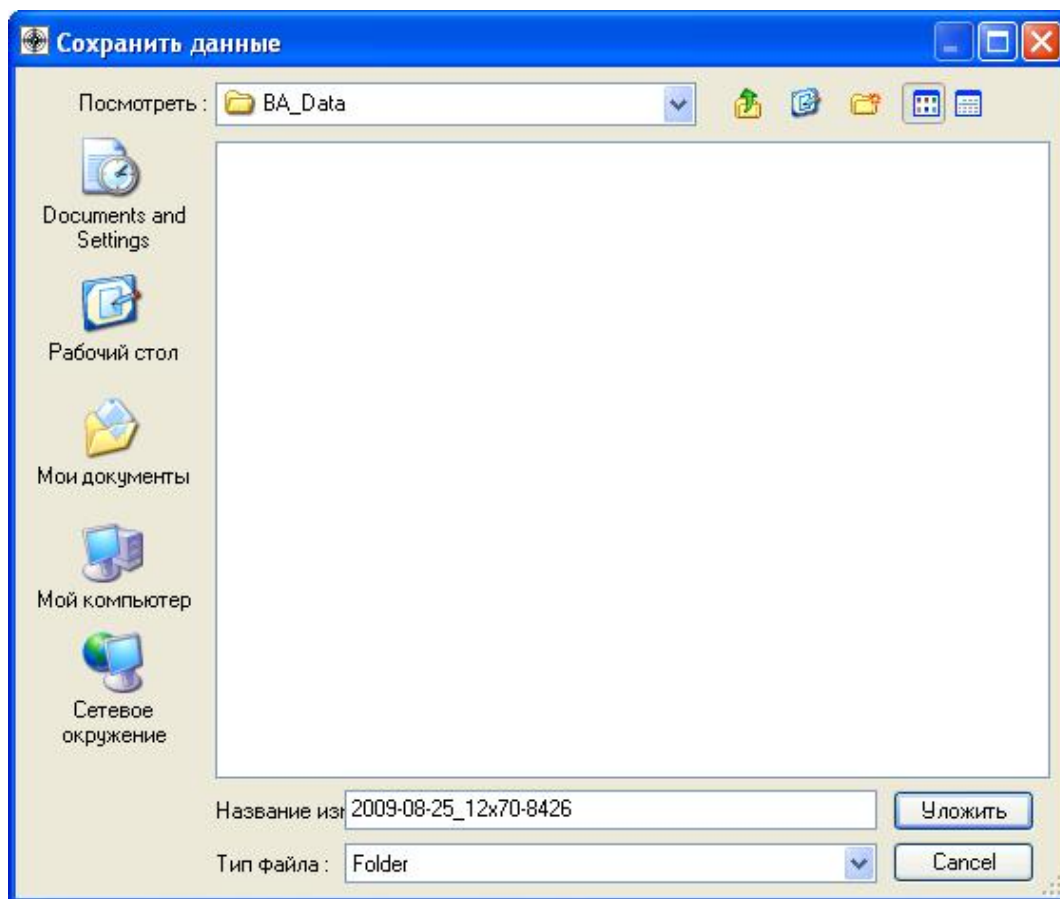

Рис.7.19 - Панель «Сохранить данные»
7.3.4.30 Закрыть панель «Баллистический анализатор», нажатием кнопки  в панели «Баллистический анализатор» (красная кнопка в правом верхнем углу панели). Отобразится панель «Сохранить данные», смотри рисунок 7.19.